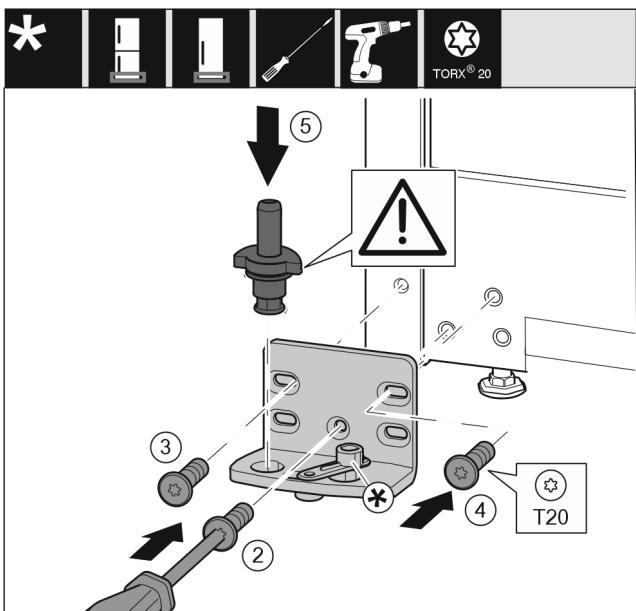

Fig. 16
- ▶ Nasadte stojan ložiska na druhé straně a přišroubujte pomocí šroubováku T20. Začněte šroubem 2 dole uprostřed. Fig. 16 (2)
- ▶ Pevně utáhněte šroub 3 a 4. Fig. 16 (3,4)
- ▶ Zcela vložte ložiskový čep. Přitom dávejte pozor, aby zajišťovací vačka směrovala dozadu. Fig. 16 (5)